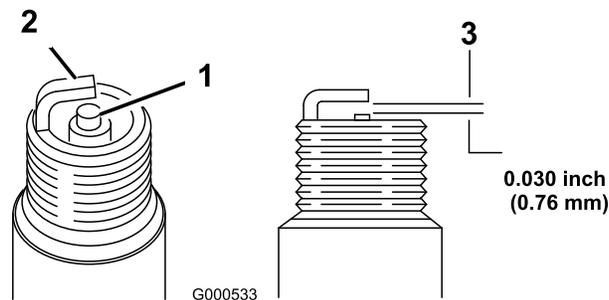

図 46
1. 中央の電極部 図 46 を観察する。
2. すきまゲージでエアギャップの点検を行い、隙間の大きさが適切でなければ側面の電極を注意深く曲げて調整する 図 46。